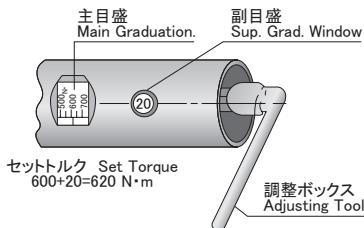

図 6 Fig.6
2. 付属の調整ボックスを差し込む。(図 6)
TiEQL Fig.6